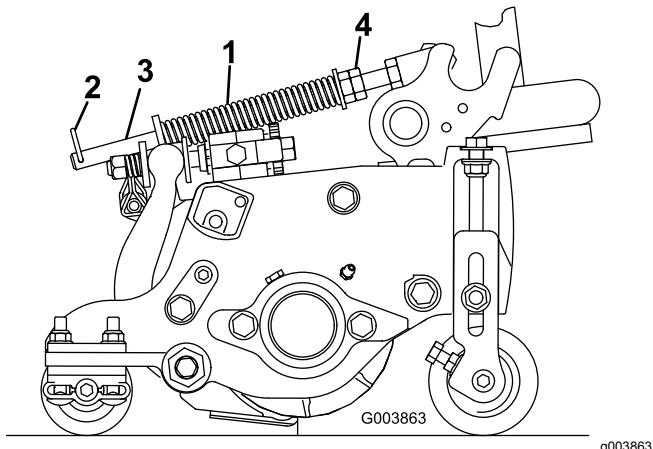

Figura 21
La molla di compensazione del manto erboso (Figura 21) trasferisce inoltre il peso dal rullo anteriore a quello posteriore, per contribuire a ridurre l'ondulazione del manto erboso, detta anche fluttuazione o bobbing.
1. Verificate che la coppia sia montata nel foro posteriore dell'asta della molla (Figura 21).
| 2. Serrate i dadi esagonali sul lato anterioredell'asta della molla, finché la lunghezzacompressa della molla non è di 15,9 cm; fateriferimento a Figura 21. |                           |